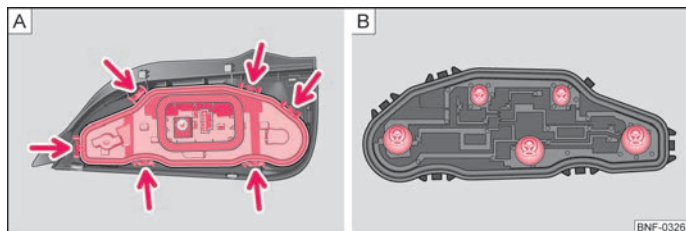

Bild 124 Bakljus: Byta ut glödlampor
- Frigör lampsockeln med snäpplåsen (pilar) ⇒ bild 124 - A och ta ur lampsockeln från bakljuset.
- Tryck in den defekta lampan i sockeln, vrid den **moturs** och ta ut den ⇒ bild 124 - B.